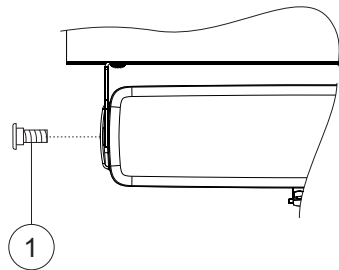

Fig. 27
- 8) **Abb. 27-** Den Bügel zur Kippöffnung (**Bez. 1**) mit dem Kettenendstück (**Bez. 2**) kuppeln;